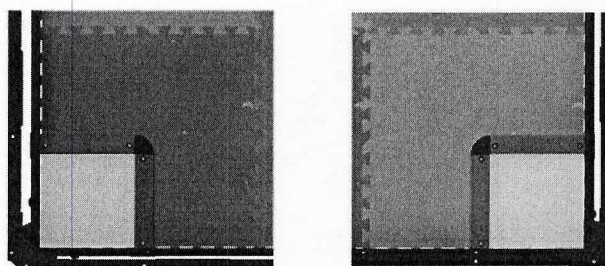

Рисунок 4. Зона автономного старта
2.5. В матче от одной команды участвуют два робота. По команде судьи участники забирают роботов из зоны карантина и ставят на начальную позицию на поле. У каждой команды есть на выбор две позиции: позиция старта с пульта (см. рисунок 3) и позиция автономного старта (см. рисунок 4).